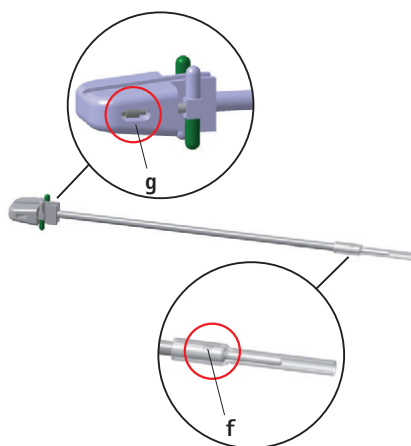

Fig. 4
- Ställ in säkerhetsstoppet på mellanpositionen **g**, se Fig. 4